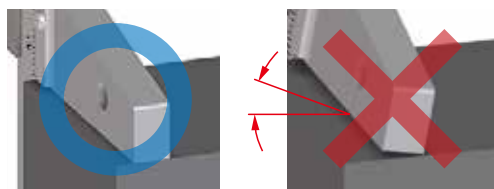

Fig. 5
1. Realice la medición mientras la superficie de referencia está completamente en contacto con la pieza de trabajo. (Fig. 5)